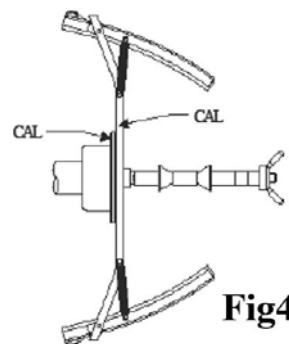

Fig4
2. Monter flangen på akslen til motorcykelhjul som vist i Fig4. Justér teksten "Cal" på flangen og på motorcykelflangen.
8. Ved afslutningen af opstarten viser maskinen teksten h12 CAL. Påfør kalibreringsvægten på indersiden som vist i Fig4. Kalibreringsvægten skal påføres i det hul, der har teksten "CAL" angivet.